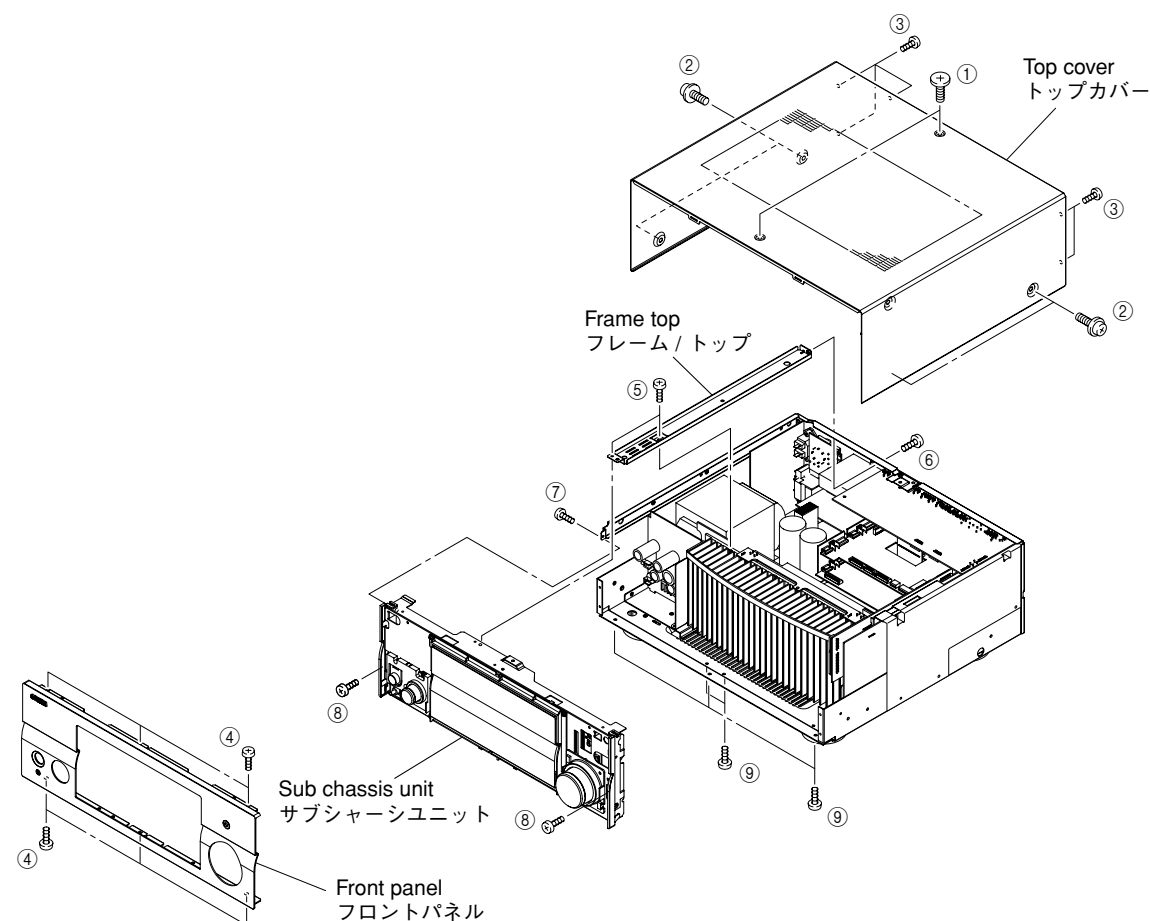

Fig. 1
- a. Remove 2 screws (①), 4 screws (②) and 5 screws (③). (Fig. 1)
- b. Slide the top cover rearward to remove it. (Fig. 1)
- a. ①のネジ2本、②のネジ4本、③のネジ5本を外します。(Fig. 1)
- b. トップカバーを後方へスライドさせ、取り外します。(Fig. 1)
Remove 6 screws (④) and then remove the front panel forward. (Fig. 1)
④のネジ6本を外し、フロントパネルを前方に外します。(Fig. 1)
- a. Remove 2 screws (⑤), screw (⑥) and then remove the frame top. (Fig. 1)
- b. Remove screw (⑦), 2 screws (⑧) and 5 screws (⑨). (Fig. 1)
- d. Remove the sub chassis unit forward. (Fig. 1)
- a. ⑤のネジ2本、⑥のネジ1本を外し、フレーム/トップを取り外します。(Fig. 1)
- b. ⑦のネジ1本、⑧のネジ2本、⑨のネジ5本を外します。(Fig. 1)
- d. サブシャーシユニットを前方に取り外します。(Fig. 1)